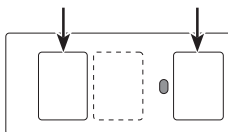

Figura 7
- **Montaje con cinta adhesiva:** Al colocar el extensor de la campanilla con cinta doble faz, retire el papel de ambos lados de la cinta doble faz y aplique en una superficie limpia (vea la Figura 7). Instale la cubierta.